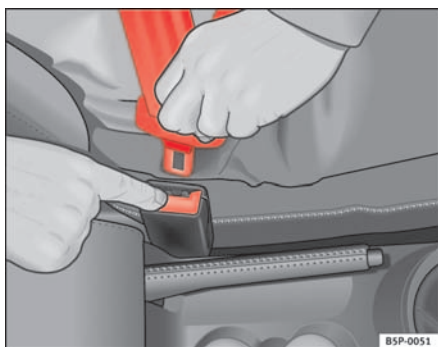

Fig. 15 Retirar la lengüeta del cierre del cinturón
- Pulse la tecla roja que hay en el cierre del cinturón ⇒ fig. 15. La lengüeta del cierre es expulsada hacia fuera ⇒ ⚠.